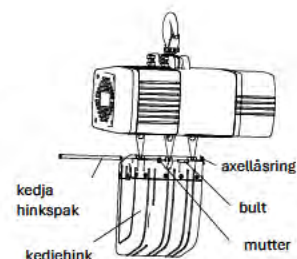

Bild 2
- 2 Kedjehink – 250 kg- och 500 kg-modeller (bild 2)